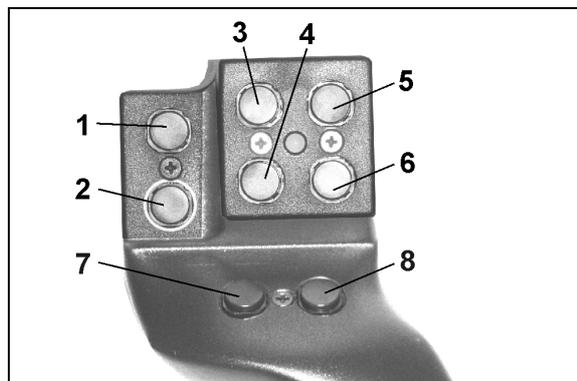
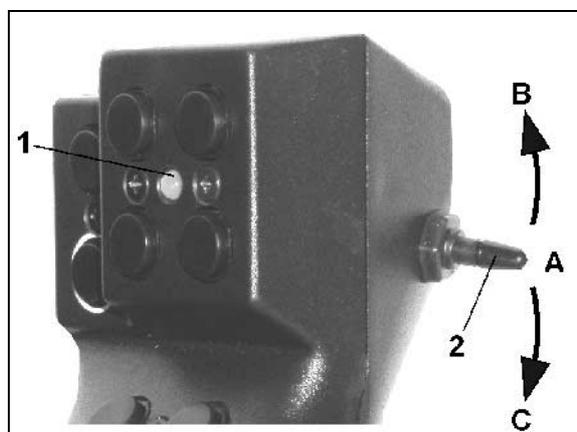

Fig. 77
Fig. 78
Para manejar el **AMATRON⁺** el mando multifuncional (Fig. 77) tiene 8 teclas (1 - 8) disponibles. Además, mediante el interruptor (Fig. 78/2), la ocupación de las teclas se puede cambiar en 3 sentidos.
- Posición central (Fig. 77/A) y se puede accionar hacia
- arriba (Fig. 77/B) o
- abajo (Fig. 77/C)
La posición del interruptor se muestra mediante una luz LED (Fig. 77/1).